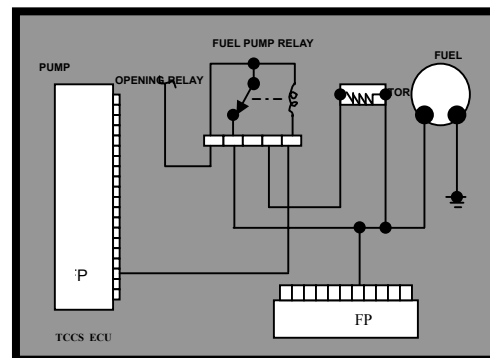

Figura 3.26
B. Circuito de alimentación de combustible con arranque electrónico: actualmente todos los sistemas de inyección poseen sistemas de alimentación de combustible con arranque electrónico, en estos sistemas la ECU es la encargada de activar y desactivar el relé de la bomba de combustible (figura 3.26).